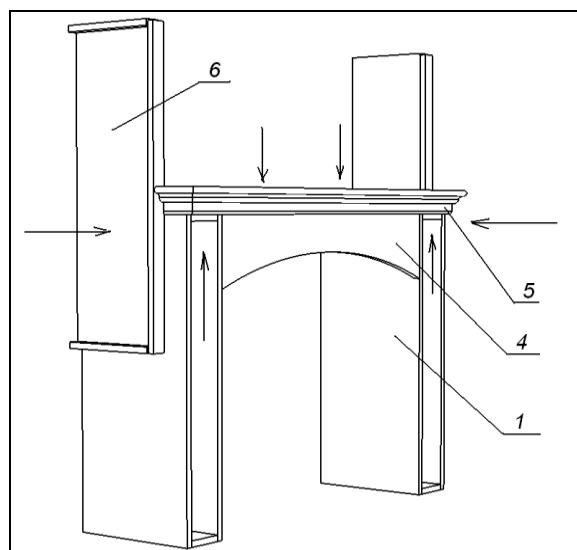

Рис. 36
- закрепить монтажные уголки на элементе (2) для крепления декоративной планки (4), закрепить дистанциаторы (6) шурупами 4x30 к боковинам элемента (1), через верхние планки элементов (1) шурупами 4x35 присоединить карниз (5), затем присоединить декоративную планку (4) (Рис. 36)